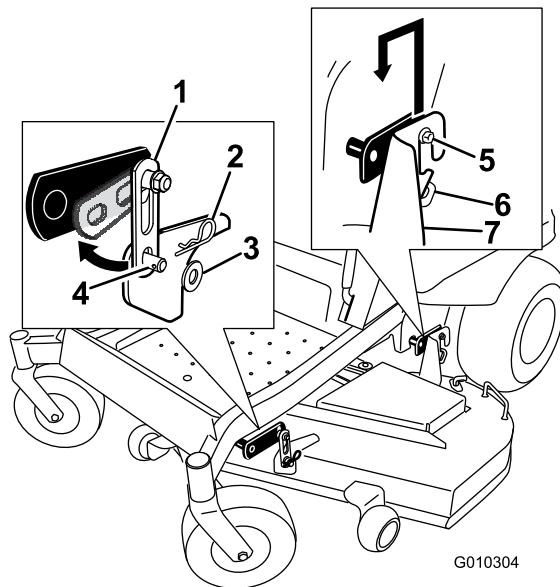

Bild 69
- Entfernen Sie an beiden Seiten des Mähwerks die Schrauben von den Hängeprofilen des Frontmähwerks (Bild 69).
- Heben Sie das Mähwerk vorsichtig von den Schrauben des hinteren Hängeprofils ab und senken Sie die Vorderseite des Mähwerks vorsichtig auf den Boden (Bild 69).
- Heben Sie das Heck des Mähwerks an und führen Sie die Hängeprofilhalterungen über die hinteren Hängeprofilschrauben (Bild 69).